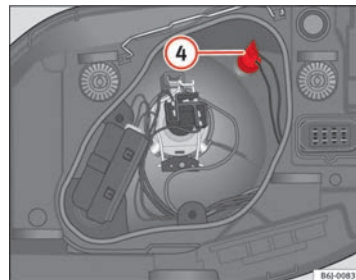

Fig. 155 Luci di posizione
- Estrarre il portalamпада ④ $\Rightarrow$ fig. 155 verso l'esterno.